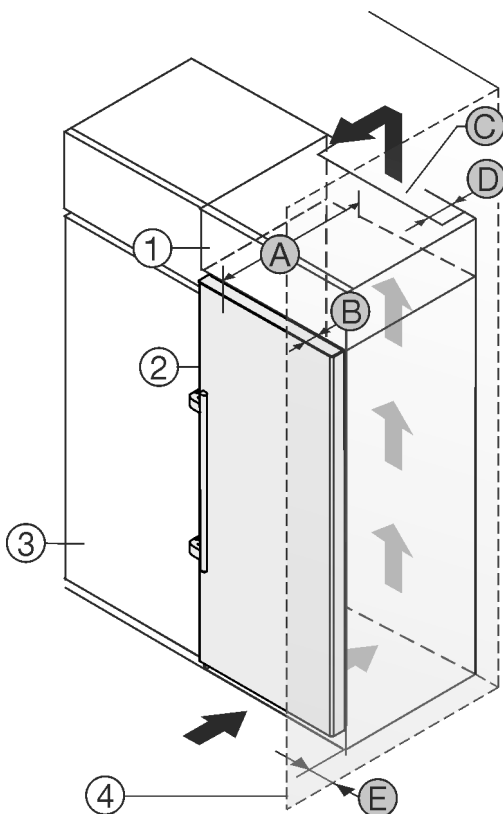

Fig. 2
Μπορείτε να τοποθετήσετε τη συσκευή ακριβώς δίπλα από το ντουλάπι κουζίνας Fig. 2 (3)*.
Στην πίσω πλευρά του επικαθήμενου ντουλαπιού πρέπει να υπάρχει ένα κενό εξαγωγής αέρα με βάθος Fig. 2 (D) σε όλο το πλάτος του επικαθήμενου ντουλαπιού.*
Κάτω από την οροφή του δωματίου πρέπει να τηρείται η διατομή εξαερισμού Fig. 2 (C)*.
Εάν τοποθετήσετε τη συσκευή με τους μεντεσεδες δίπλα σε κάποιον τοίχο Fig. 2 (4), τότε πρέπει η απόσταση ανάμεσα στη συσκευή και στον τοίχο να ανέρχεται σε τουλάχιστον 57 mm. Αντιστοιχεί στην προεξοχή της χειρολαβής όταν η πόρτα είναι ανοιχτή.*
Για να μπορείτε να ανοίγετε τελείως την πόρτα, πρέπει η συσκευή να προεξέχει κατά το βάθος της πόρτας Fig. 2 (B) από την πρόσοψη του ντουλαπιού κουζίνας. Η συσκευή μπορεί να προεξέχει περισσότερο, ανάλογα με το βάθος των ντουλαπιών κουζίνας Fig. 2 (3) και την χρήση αποστατών τοίχου.*